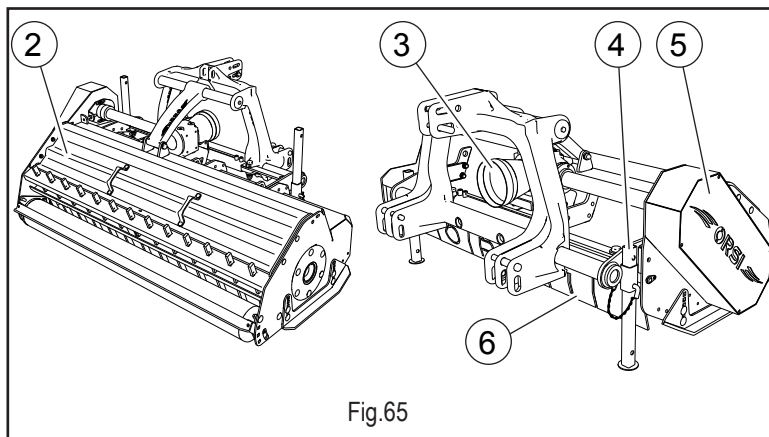

Fig.65
- Cofano di protezione contro la proiezione di materiale (2, "Fig.65")
- Cuffia di protezione della presa di forza lato trattore (3, "Fig.65")
- Piedini di appoggio contro il ribaltamento (4, "Fig.65")
- Carter di protezione delle pulegge (5, "Fig.65")
- Bandelle di protezione contro la proiezione di materiale. (6, "Fig.65")
- Protection hood against the projection of material (2, "Fig.65")
- Protection element the power take side tractor (3, "Fig.65")
- Support feet against tipping (4, "Fig.65")
- Protective casing of the pulleys (5, "Fig.65")
- Protective bands against the screening material. (6, "Fig.65")
- Capot de protection contre la projection de matériel (2, "Fig.65")
- Bonnet de protection de la prise de force coté tracteur (3, "Fig.65")
- Pieds d'appui contre le basculement (4, "Fig.65")
- Machineter de protection des poulies (5, "Fig.65")
- Bande de protection contre la projection de matériel. (6, "Fig.65")
- Schutzhaube vor der Projektion Material (2, "Fig.65")
- Schutzhülle der Zapfwelle von Schlepperseitig (3, "Fig.65")
- Stützfüßen gegen Kippen (4, "Fig.65")
- Abdeckung Riemenscheibe (5, "Fig.65")
- Scheuerleisten gegen die Abschirmungsmaterial. (6, "Fig.65")
- Cofre de protección contra el material de cribado (2, "Fig.65")
- Cofia de protección de la toma por fuerza extenso tractor (3, "Fig.65")
- Pies de apoyo contra inclinación (4, "Fig.65")
- Cáster de protección de las poleas (5, "Fig.65")
- Bandelle de protección contra la proyección de material. (6, "Fig.65")
- Cobertura de proteção contra o lançamento de material (2, "Fig.65")
- Cobertura de proteção da tomada de força do lado do trator (3, "Fig.65")
- Pés de apoio contra o capotamento (4, "Fig.65")
- Caixa de proteção de roldanas (5, "Fig.65")
- Tiras protetoras contra o lançamento de material. (6, "Fig.65")